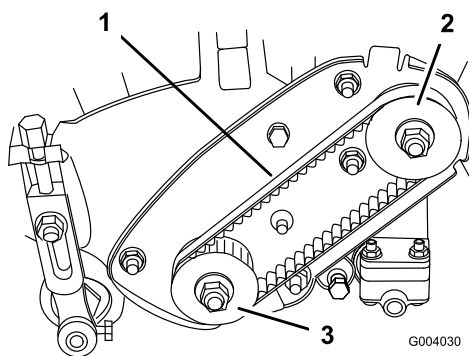

Figura 38
2. Verificate la tensione premendo sulla cinghia (Figura 38) al centro tra le pulegge, applicando una forza di $1,8 \pm 0,5$ kg. La cinghia deve flettersi di 4,8–7,9 mm. Se la flessione non è esatta, procedete alla voce seguente.